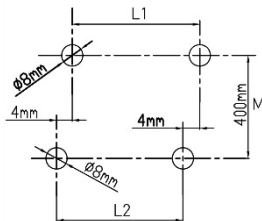

Fig. 2
1. Taladre los agujeros según las instrucciones de la fig. 2